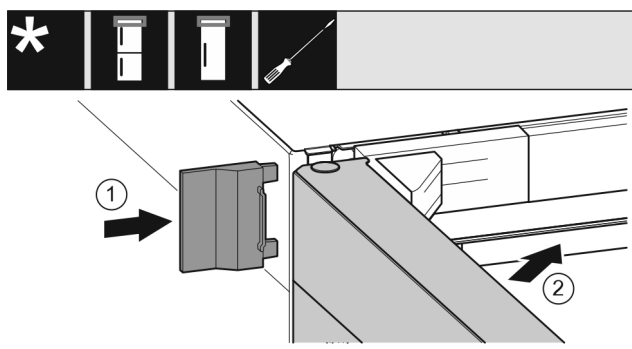

Fig. 60
- Insérer le cache extérieur Fig. 60 (1).
- Fermer la porte supérieure Fig. 60 (2).